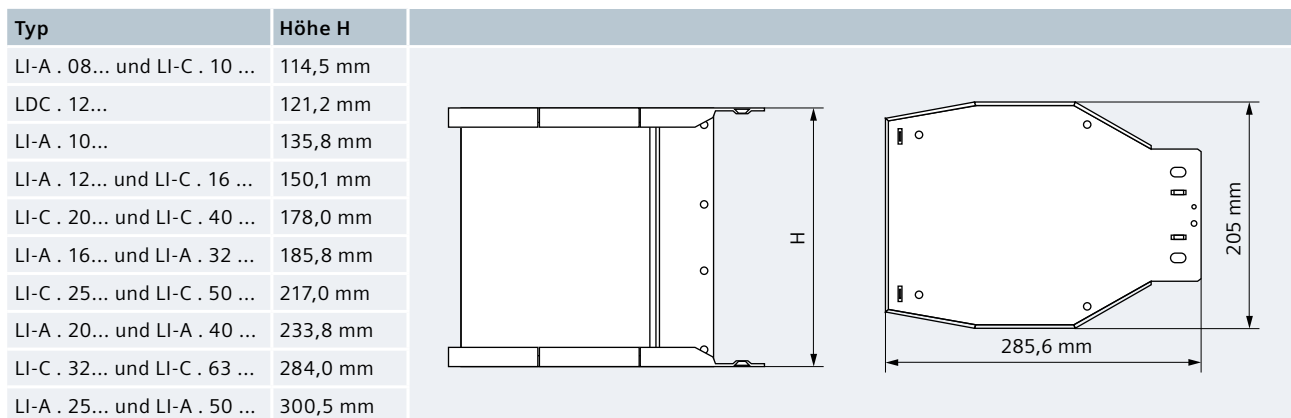

Abb. 6/22: Maße (in mm) und Ansichten für Endkappen beim LI-System
- Abb. 6/25: Befestigungselemente für Deckendurchbrüche: LI-Z-BVD-.. als Gegenstück zum Federbügel und Festpunktbügel LI-Z-BVF-..
Die Federbügel LI-Z-BV .. für die vertikale Befestigung sorgen dafür, dass das Gewicht gleichmäßig auf die stützenden Baukörperteile verteilt wird und zugleich eine Ausdehnung des Schienenstrangs ermöglicht wird. Die Auswahl der Federbügel richtet sich nach dem Gewicht des Strangs (abhängig vom Bemessungsstrom und der Leiterkonfiguration; Abb. 6/23 und Tab. 6/39) und dem Gewicht der Abgangskästen.